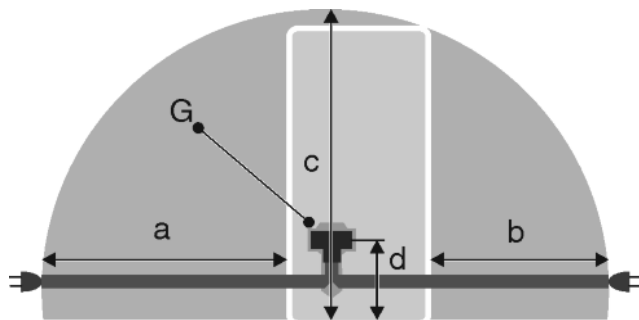

Fig. 51
- A konnektor a készülék hátoldali területén kívül helyezkedik el a megadott tartományban. Fig. 51 (a, b, c)
- Dugja be a csatlakozót Fig. 51 (G) a készülék hátoldalába. Figyeljen a megfelelő bekattanásra.